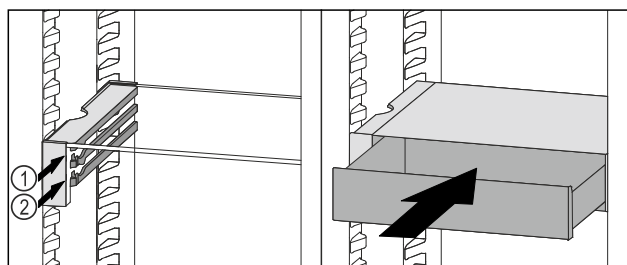

Fig. 96
- ▶ Nasad'te zásuvku VarioSafe za zářezky na požadovaném žebro Fig. 96 (1) nebo Fig. 96 (2).